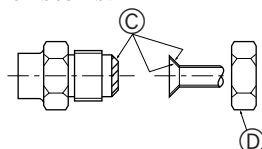

Fig. 5-4
Ⓐ (Fig. 5-4)
Ⓑ (Fig. 5-4)
5.5. Forbindelsesrør (Fig. 5-4)